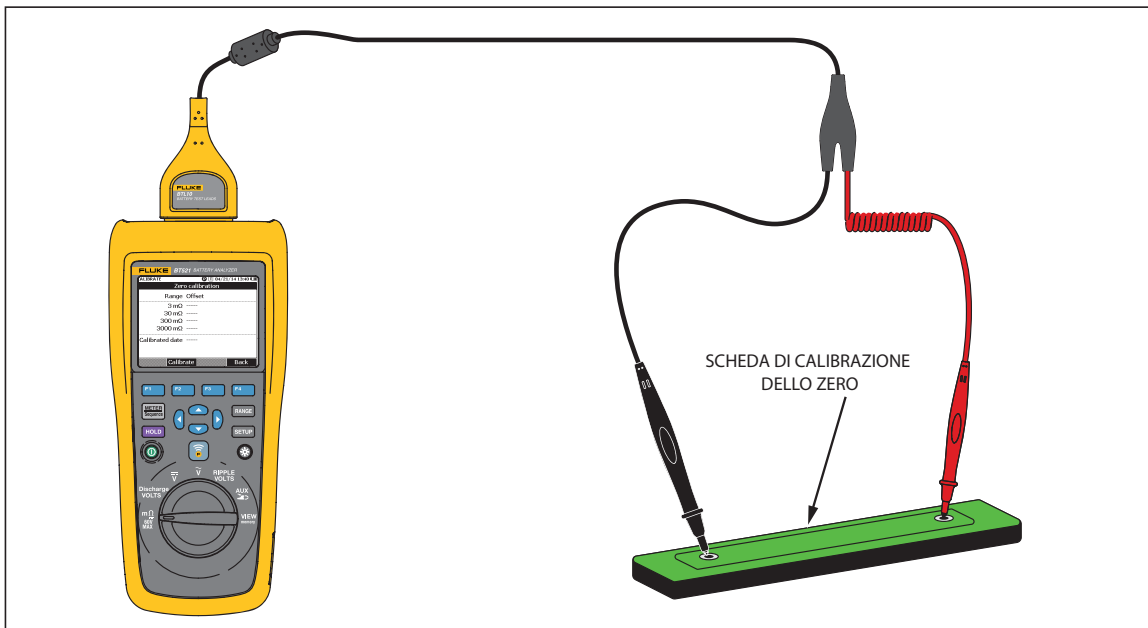

Figura 4-4. Configurazione della calibrazione dello zero
1. Posizionare la scheda di calibrazione dello zero su una superficie piana orizzontale. Vedere la figura 4-4.